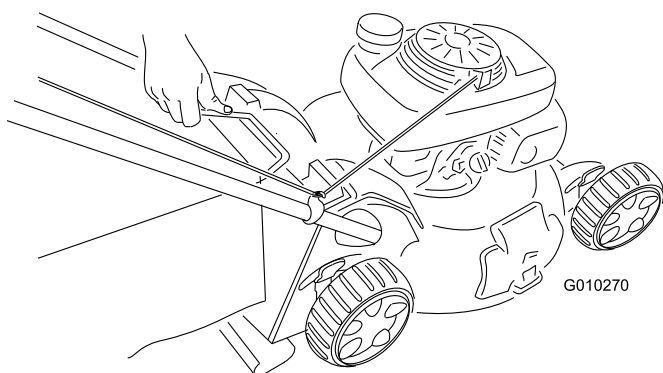

Figure 30
2. Soulevez le bac à herbe par la poignée pour le dégager des rainures en haut de la machine et le retirer (Figure 30).